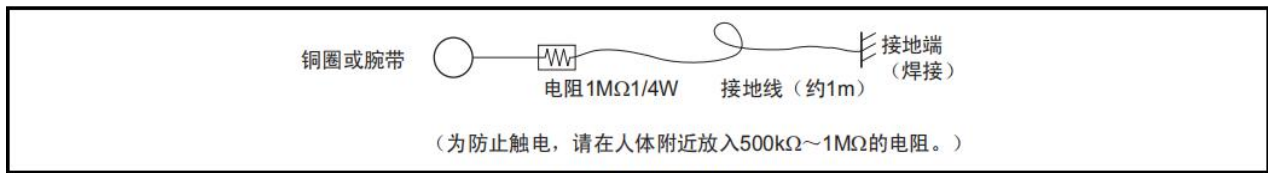

图 11 人体接地的例子
(1) 对器件进行操作时，请采用人体接地方式。人体接地的例子如图 11 所示。
(2) 对器件进行操作时的工作台上铺有金属板，请将金属板接地。
(3) 用曲线绘图仪等测量仪器进行单个器件的检查时，请将测量仪器接地。
(4) 为防止对器件外加烙铁焊接的泄漏电压，请将烙铁焊接的烙铁头接地（尽量使用低电压烙铁焊接）。
(5) 在电路板的运输中，请使用导电性片材制作的包装材料。在栅极/源极之间已通过电阻等连接的情况下，不作此限。因此，推荐首先安装栅极/源极之间的元件。
(6) 请避免直接将器件装入塑料盒或塑料袋中，而使用导电性容器或铝箔等。